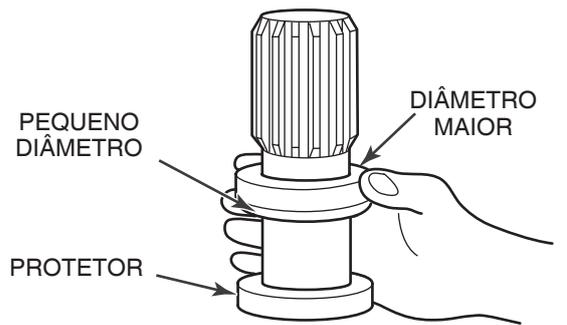

Figura 4.21
5. Instale o novo selo no pescoço do eixo estriado. Verifique se o lado de pequeno diâmetro adapta-se primeiro às estrias. Figura 4.21.